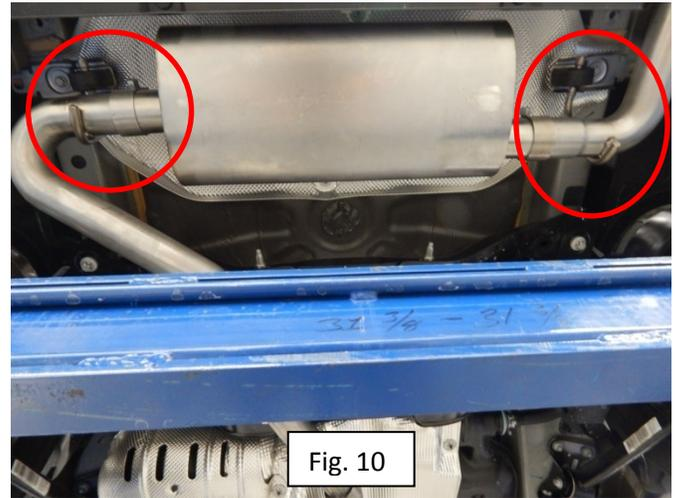

Fig. 10
6. Place a 57mm clamp over the expanded inlet of the muffler. Slide the expanded inlet of the muffler onto the intermediate pipe. Do not tighten the clamp. Attach the isolator to the body using the factory bolt. Tighten to 27-33 N-m (20-25 ft-lbs.) Ref. Fig.10.
7. Adjust the tip to the center of the opening in the rear fascia. After alignment of the tip, adjust the the intermediate pipe and front pipe to make sure there is a minimum of 25 mm clearance between the exhaust and any part of the vehicle. Tighten all clamps on the system to 43-47 N-m (32-35 ft.-lbs). Ref. Fig. 10, 11.
4. Ponga una abrazadera de 57 mm sobre la entrada expandida del silenciador. Deslice la entrada expandida del silenciador sobre la tubería intermedia. No apriete la abrazadera. Fije el aislador a la carrocería con el perno de fábrica. Apriete entre 27 y 33 N-m (20 y 25 lb-pie). Ref. Fig. 10.
5. Ajuste el casquillo en relación con el centro de la abertura en la placa protectora trasera. Después de alinear el casquillo, ajuste la tubería intermedia y la tubería delantera para asegurarse de que haya un mínimo de 25 mm de tolerancia (1 pulgada), entre el escape y cualquier parte del vehículo. Apriete todas las abrazaderas del sistema entre 43 y 47 N-m (32 y 35 lb-pie). Ref. Fig. 10, 11.
4. Placer un collier de 57 mm sur l'entrée évasée du silencieux. Enfiler l'entrée évasée du silencieux sur le tuyau intermédiaire. Ne pas serrer le collier. Attacher l'isolant à la carrosserie à l'aide du boulon d'origine. Serrer à un couple de 27 à 33 Nm (20 à 25 pi-lb). Voir Fig. 10.
5. Centrer le tuyau de bout sur l'ouverture du carénage arrière. Après avoir aligné de tuyau de bout, ajuster le tuyau intermédiaire et le tuyau avant de façon à maintenir un dégagement minimal de 25 mm entre l'échappement et toute partie du véhicule. Serrer tous les colliers du système à un couple de 43 à 47 Nm (32 à 35 pi-lb). Voir Fig. 10, 11.